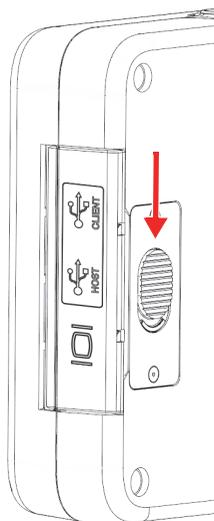

Figura 3-3 Tasto di sbloccaggio dello sportellino delle porte dati
1. Premere il tasto di sbloccaggio dello sportellino e scorderlo verso la parte inferiore dello strumento in modo da sbloccare lo sportellino delle porte dati (vedere Figura 3-3 a pagina 44).